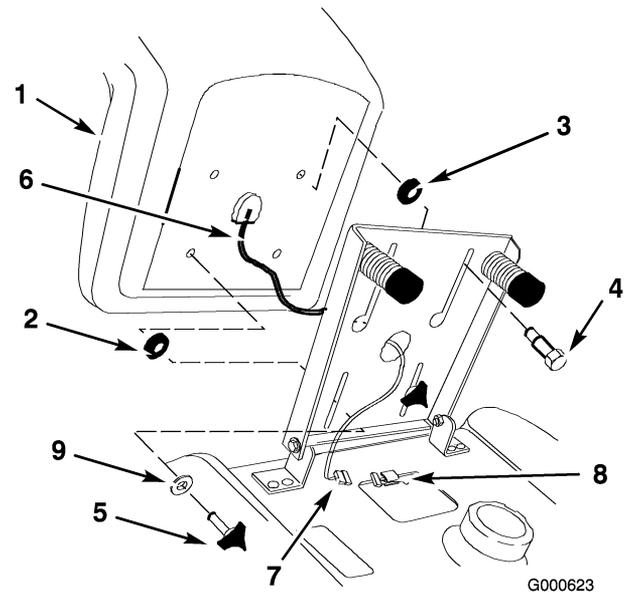

Figure 4
1. Posez l'entretoise de grand diamètre et les 2 boulons à épaulement dans les trous arrière du siège (Figure 4).
2. Positionnez le siège sur son socle en insérant les 2 boulons à épaulement dans les ouvertures allongées à l'extrémité des deux fentes (Figure 4).
- Repérez l'entretoise de petit diamètre entre le siège et le socle du siège, et vissez les 2 boutons et les 2 rondelles plates (11/32 pouce) dans les trous avant du siège (Figure 4). Réglez le siège et serrez les boutons.
- Faites passer le fil du contacteur du siège et le connecteur par l'ouverture centrale dans le socle du siège. Poussez complètement le connecteur du contacteur du siège dans le connecteur de faisceau (Figure 4).
- Fixez le fil du contacteur du siège à l'ouverture de l'aile (Figure 4).